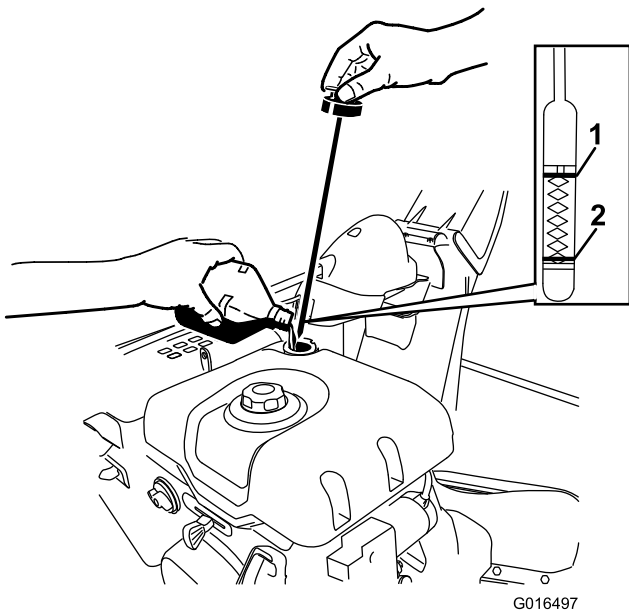

Figure 43
2. Ressortez la jauge et vérifiez le niveau d'huile (Figure 43). Faites l'appoint si le niveau est en dessous du repère « Add » sur la jauge. Voir 6 Plein d'huile moteur (page 11).